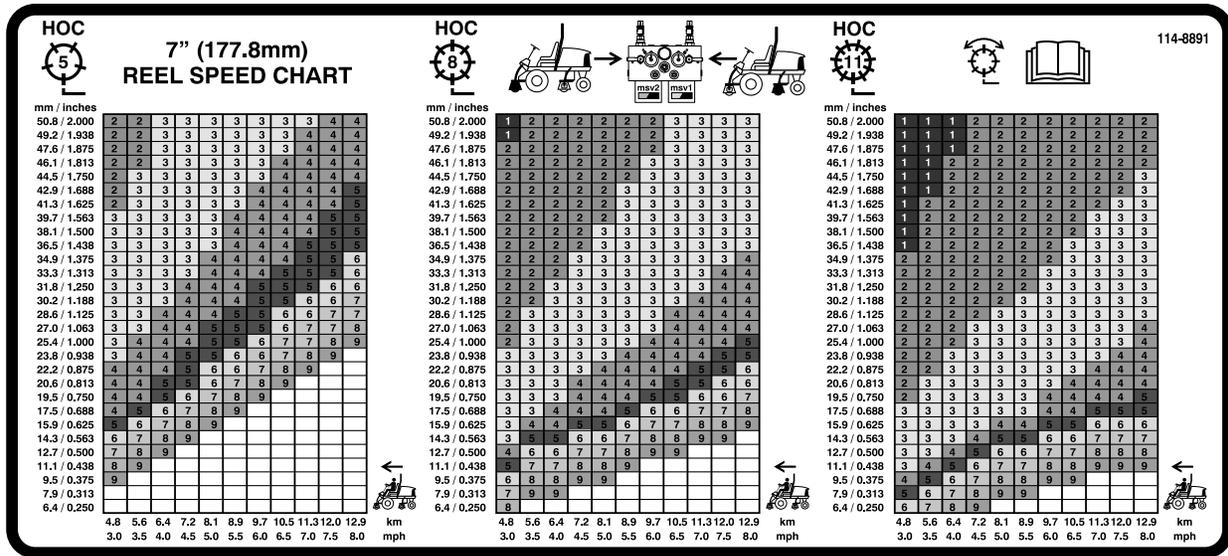
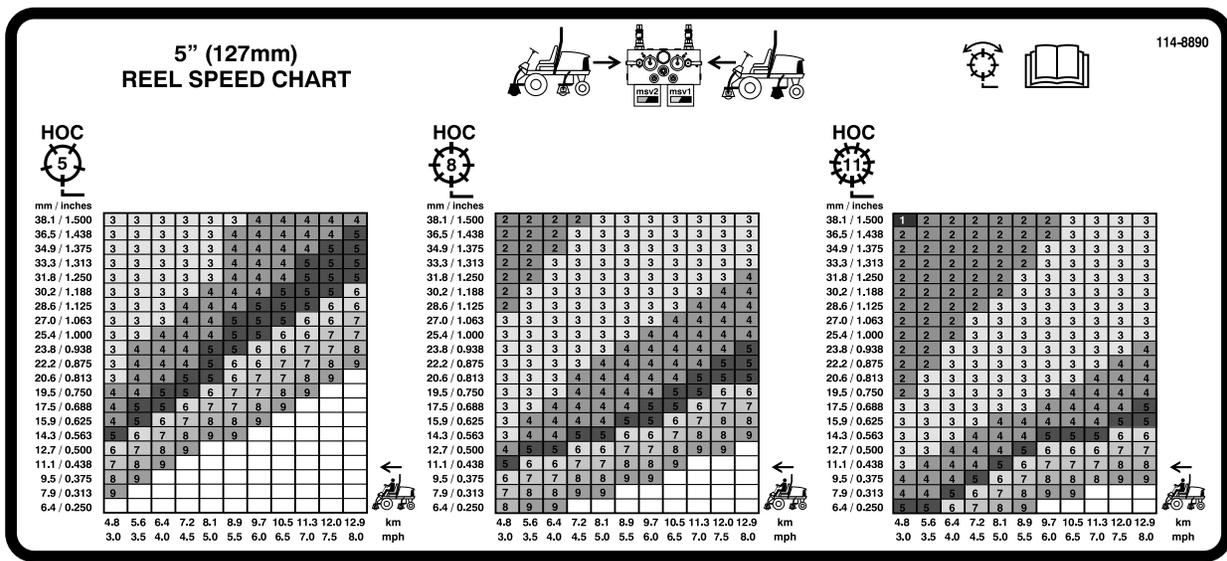

図 40
図 41
3. 使用するチャートの間違えないように注意してください；7インチリールのCuttingユニットを使う 5510 と 5610 では、110-0996(図 40)の表を使用し、5インチリールのCuttingユニットを使う 5210 と 5410 では、110-8923(図 41)の表を使用します。